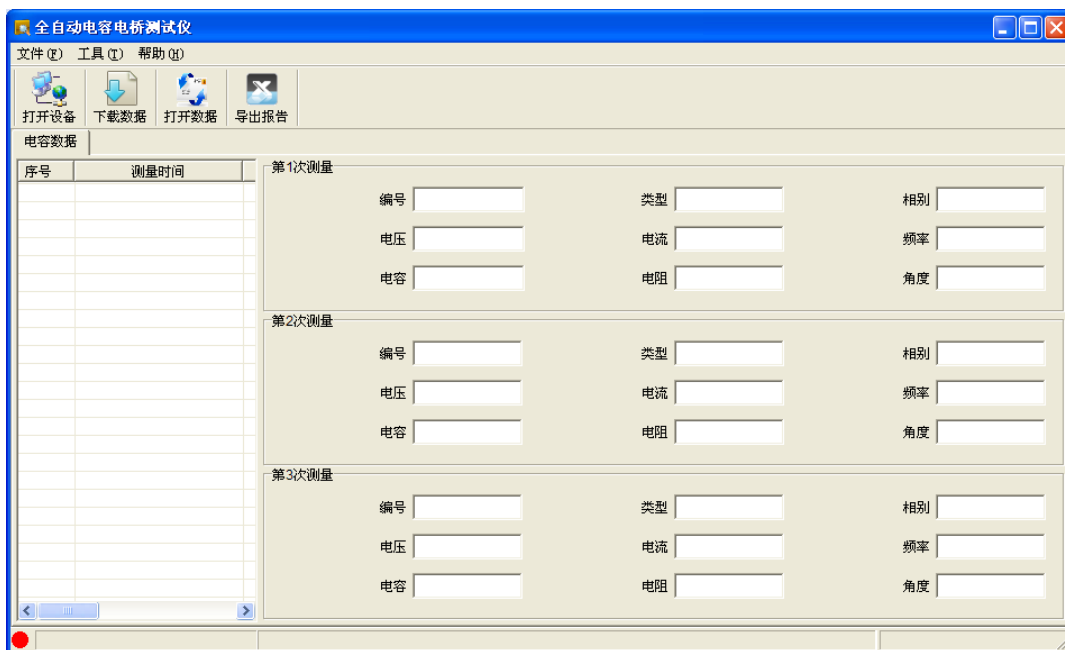
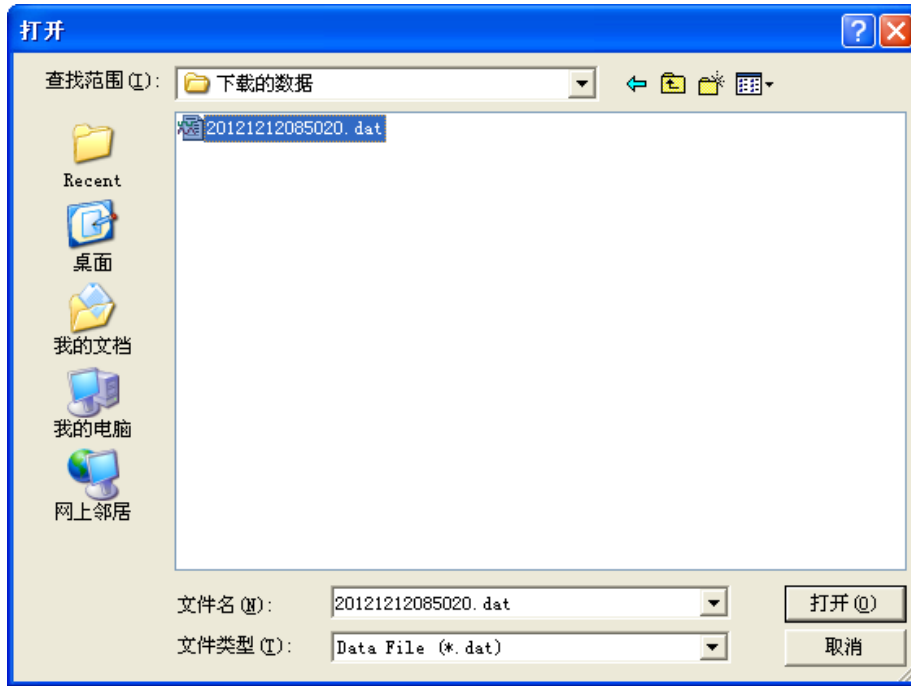

图 4.4 软件界面
图 4.10 打开数据
1. 通信连接线连接好后，打开仪器电源，待仪器进入图 3.1 所示主界面后，点击“数据通信”，然后运行“全自动电容电桥测试仪.exe”，如图 4.4 所示。
4. 打开数据：在图 4.4 中，也可以通过点击“打开数据”按钮，查看已保存在 PC 机中的历史数据，如图 4.10 所示。